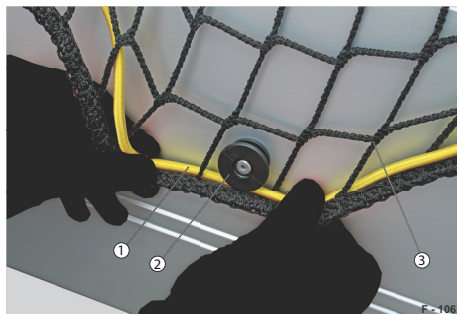

Abb. 104 Abdecknetz sichern
- ▶ Expanderseil (Abb. 104/1) nacheinander um die Rundknöpfe (Abb. 104/2) spannen.